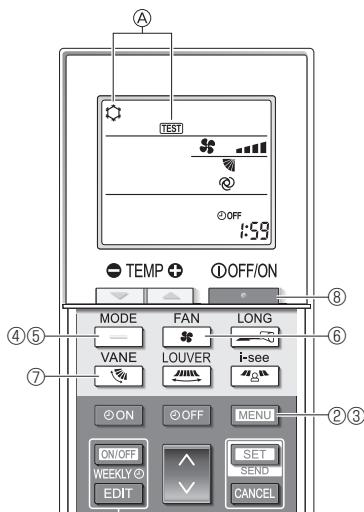

Fig. 7-5
- ① Mettez l'appareil sous tension au moins 12 heures avant l'essai de fonctionnement.
- ② Appuyez sur la touche [MENU] pendant 5 secondes. (Fig. 7-5) (Effectuez cette opération lorsque l'affichage de la télécommande est éteint.)
- ③ Appuyez sur la touche [MENU]. La mention ④ [TEST] et le mode de fonctionnement en cours sont affichés. (Fig. 7-5)
- ④ Appuyez sur la touche [ ] pour activer le mode refroidissement, puis vérifiez que de l'air froid est soufflé par l'appareil.
- ⑤ Appuyez sur la touche [ ] pour activer le mode chauffage, puis vérifiez que de l'air chaud est soufflé par l'appareil.
- ⑥ Appuyez sur la touche [ ] et vérifiez que la vitesse du ventilateur change.
- ⑦ Appuyez sur la touche [ ] et vérifiez que l'ailette automatique fonctionne correctement.
- ⑧ Appuyez sur la touche [ ] pour terminer l'essai de fonctionnement. (Après deux heures, un signal sera émis pour arrêter l'essai de fonctionnement.)